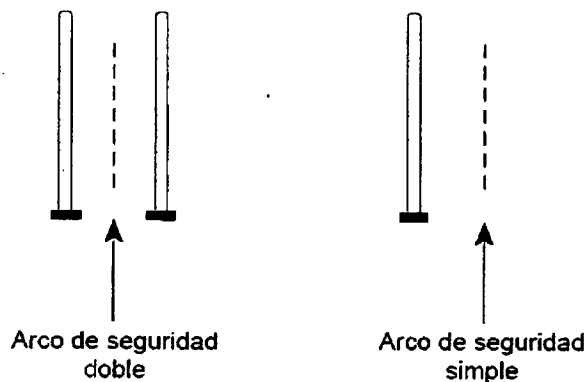

Figura 25. Cómo acercarse a las puertas de seguridad.
2. Si los pacientes tienen que pasar por el detector antirrobo o por el dispositivo de seguridad, deberán desconectar el neuroestimulador, aproximarse al centro del dispositivo y pasar por él normalmente (Figura 25).